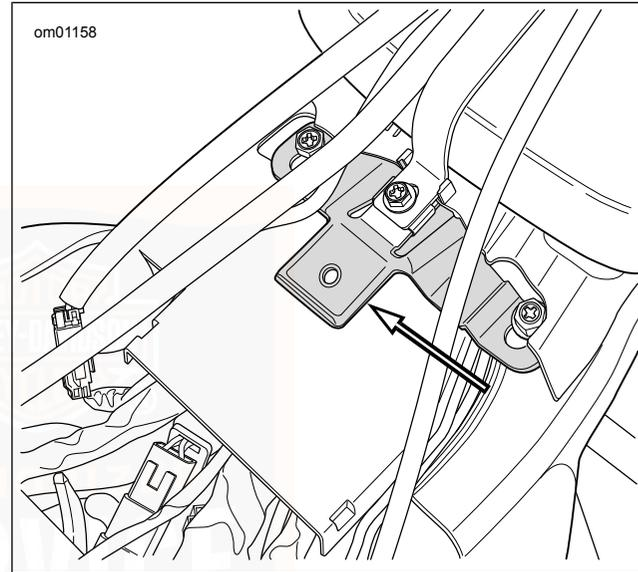

Abbildung 104. Sitzzunge
3. Siehe Abbildung 104. Den Sitz nach vorne drücken und die Hinterkante des Sitzes anheben, bis die Halterung über das Fahrgestell vorbeipasst. Den Sitz leicht nach hinten schieben, um den Schlitz von der Zunge an der hinteren Kraftstofftankhalterung zu lösen.
4. Siehe Abbildung 104. Den Sitz nach vorne drücken und die Hinterkante des Sitzes anheben, bis die Halterung über dem Tour-Pak vorbeipasst. Den Sitz leicht nach hinten schieben, um den Schlitz von der Zunge an der hinteren Kraftstofftankhalterung zu lösen.